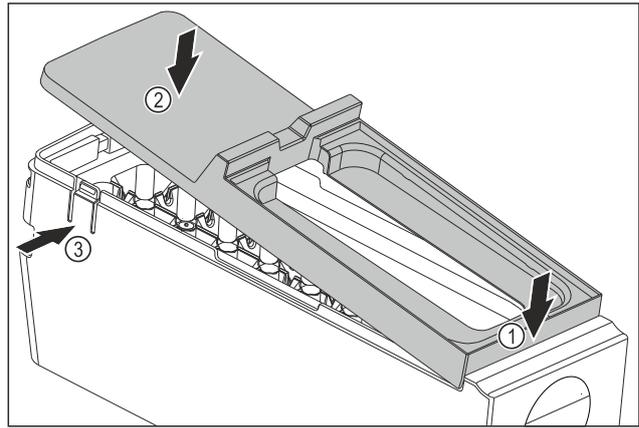

Fig. 99
- ▶ Montar la cubierta del EasyTwist-Ice: Colocar la cubierta por delante. Fig. 99 (1)
- ▶ Bajar la cubierta por detrás. Fig. 99 (2)
- ▷ La cubierta encaja en ambas lengüetas Fig. 99 (3) de forma audible.